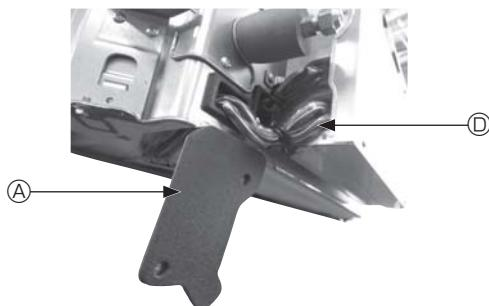

Fig. 4-4
- Das Kabel des i-See-Sensors und Signalempfängers durch die Kabeleinführungen am Elektrokasten (siehe Abbildung) und um die Buchsen an der Seite des Hauptgerätes verlegen. (Fig. 4-4)